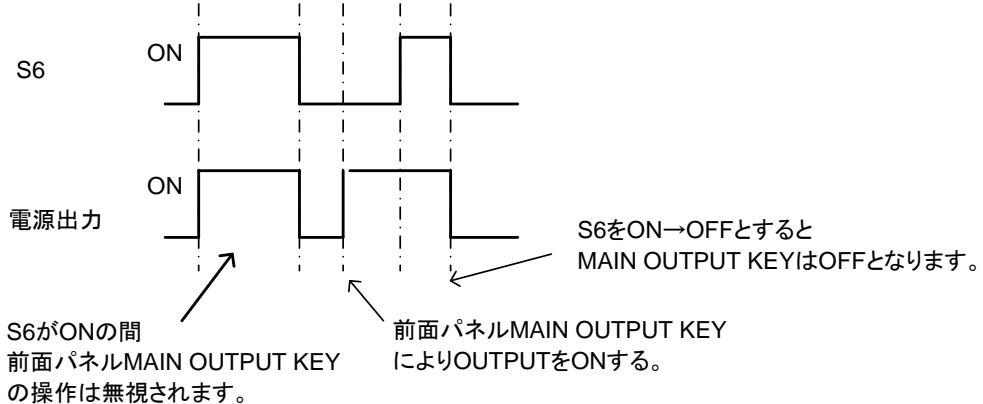

図 6-2. S6 と前面パネル MAIN OUTPUT KEY との関係
- 図 6-2. に S6 と前面パネル MAIN OUTPUT KEY の関係について示します。